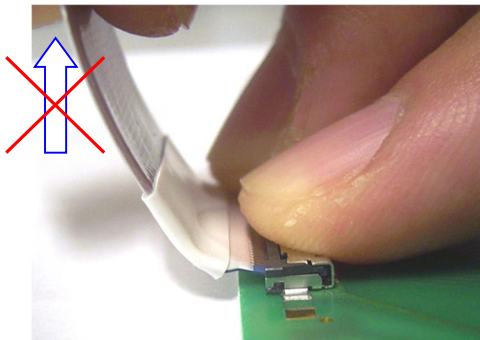

图. 4-6 FFC 拔出方法 (错误示例 2)
- ① 请勿在连接器接合时垂直拉扯 FFC。可能会对连接器和 FFC 造成损坏。(图 4-6)